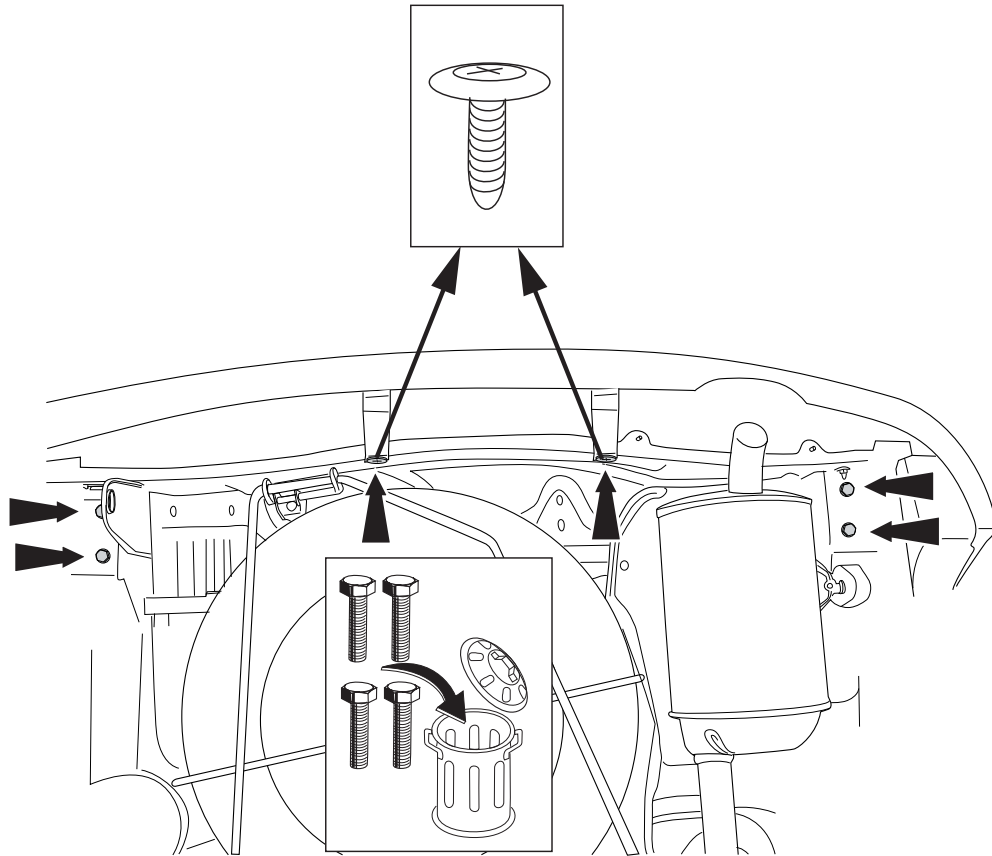

Fig.1
1. Снять детали, указанные в рис. 1 и 2 .